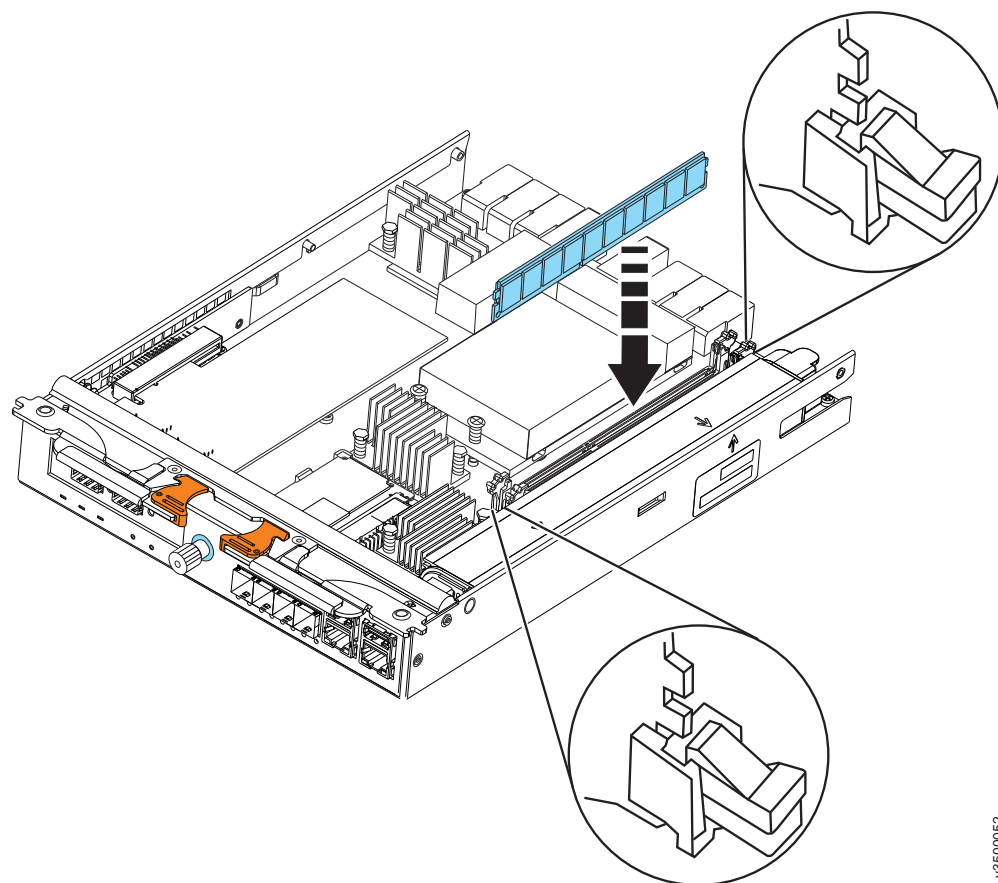

图 20. 安装内存条选项件
1. 打开内存条接头两端的固定夹，如图 20 所示。
5. 使内存条边缘和接口两端的插槽对准，然后将内存条插入接口（请参阅图 20）。